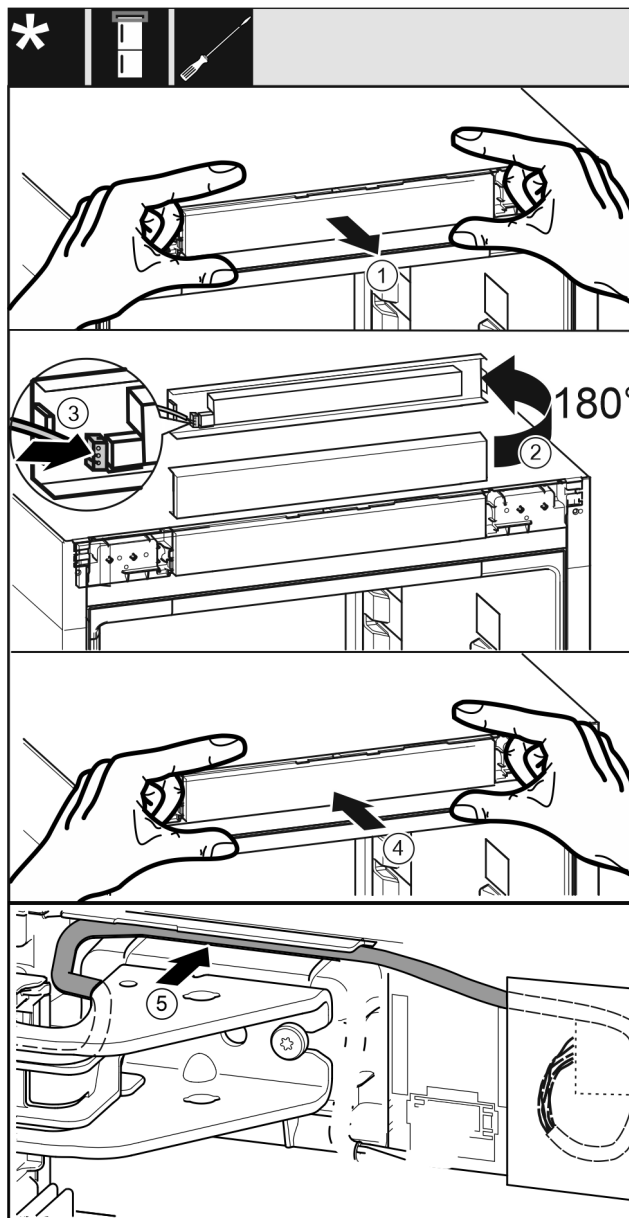

Fig. 31
- ▶ Opatrně vyjměte panel. Fig. 31 (1)
- ▶ Panel otočte nahoru o 180°. Fig. 31 (2)
- ▶ Zástrčka zacvakne do panelu. Fig. 31 (3)
- ▶ Nasadíte panel zpět na přístroj. Fig. 31 (4)
- ▶ Šedý kabel opatrně položte do vedení nad horním stojanem ložiska. Fig. 31 (5)